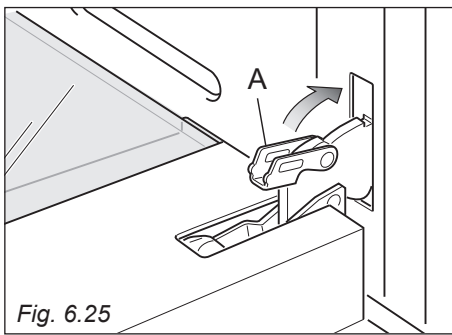

Fig. 6.25
4. Fermer le levier "A" sur les charnières gauche et droite (fig. 6.25).